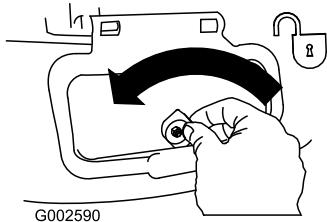

Figura 29
- Desbloquee la puerta de descarga lateral (Figura 29).